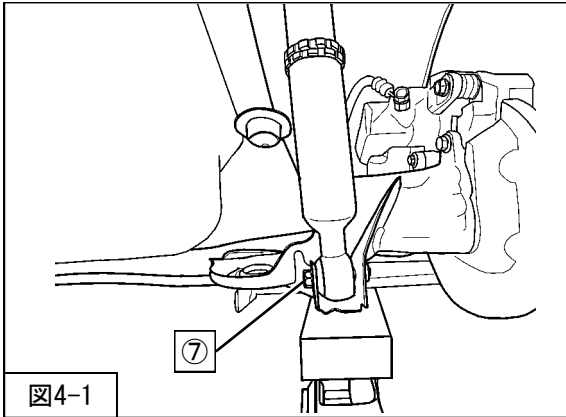

図4-1
- 2. アクスルに木片等を介してジャッキで下から支えながらリアショックアブソーバASSY（同梱品）を車両に取付け⑦リアショックアブソーバASSYロア取付ボルトを仮締めしてください。（図4-1）
- 4. リアスプリング（同梱品）を取付けるため、アクスルにかけたジャッキをおろし、仮締めした⑦リアショックアブソーバASSYロア取付ボルトを一度取外してください。（図4-1）